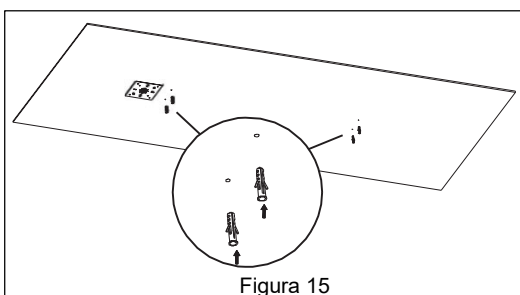

Figura 15
4. Taladra los orificios de acuerdo con las marcas e inserta los anclajes incluidos. **Ver Figura 15.**